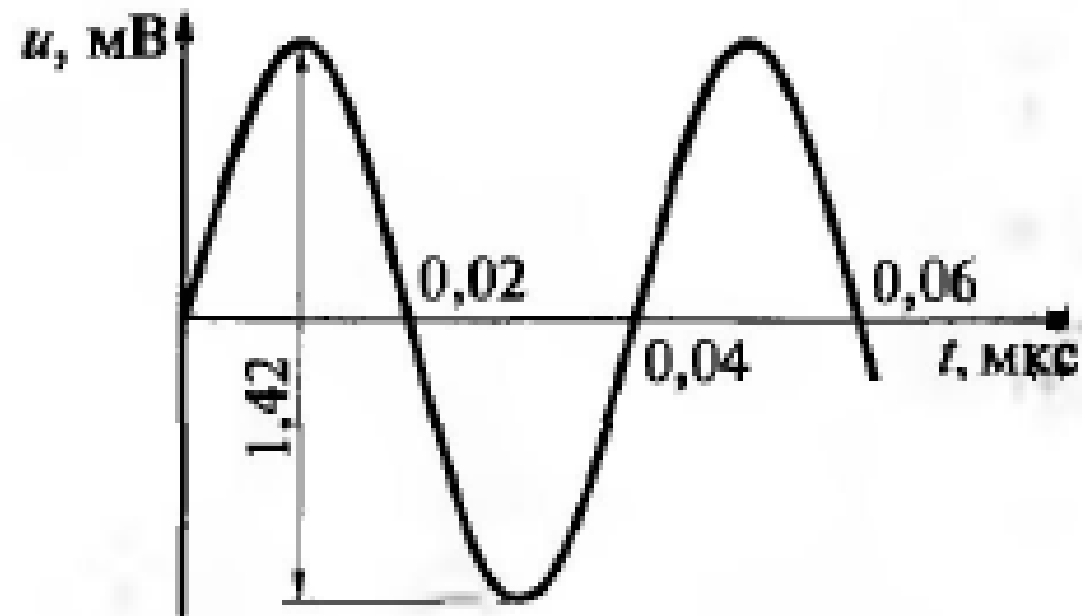

Рис. 6.27. Сигнал, заданный к задаче 6.199
**6.199.** Определить, какие органы управления в какое положение необходимо установить для получения на выходе прибора Г4-102 сигнала, показанного на рис. 6.27.